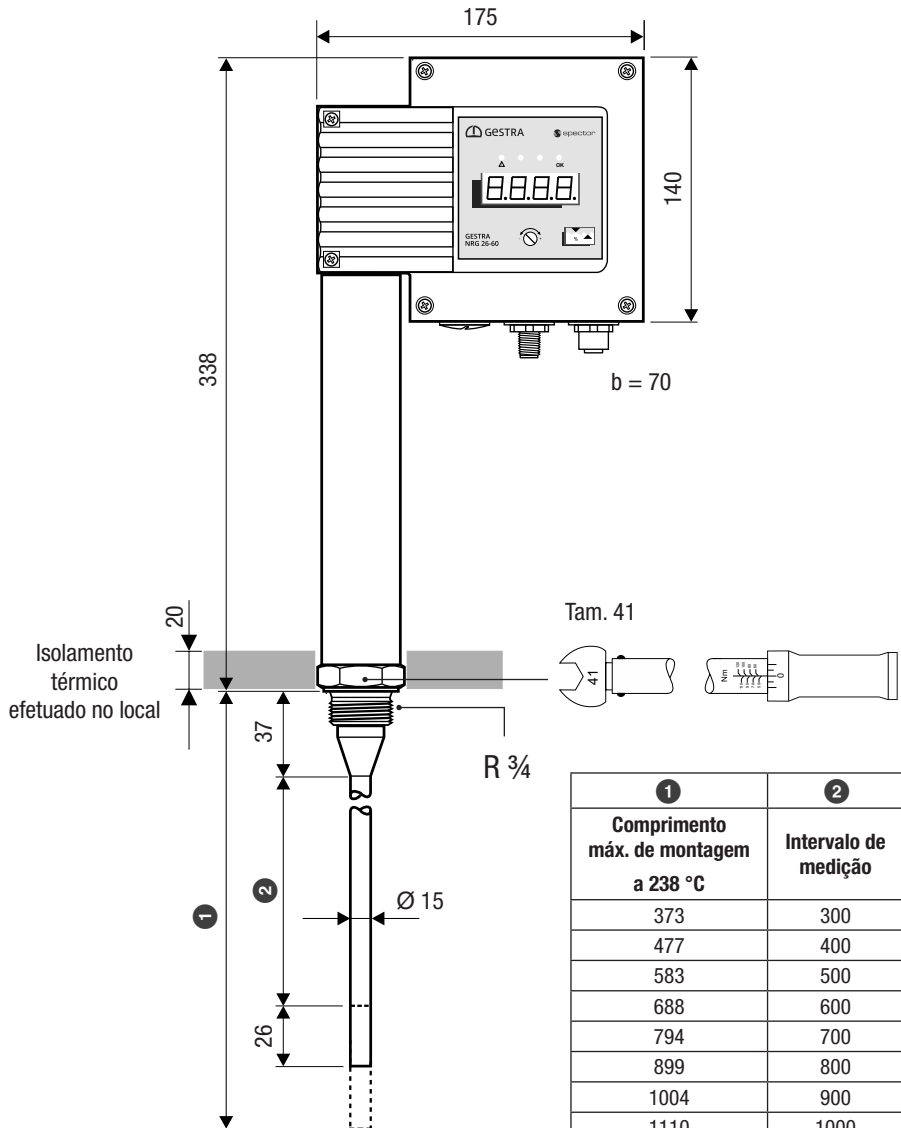

Fig. 6
- Rosca R $\frac{3}{4}$ A, EN ISO 228-1, ver Fig. 6